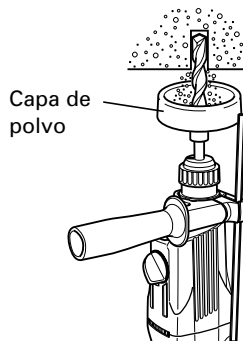
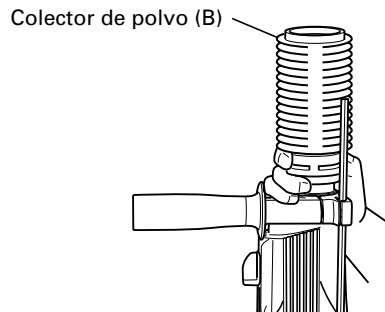

Fig. 3
Fig. 4
7. Cuando instale la copa de polvo o el lector de polvo (B) (Accesorios facultativos)(Fig. 3, Fig. 4)
Emplee la copa de polvo instalando la broca como se muestra en la Fig. 3. Cuando emplee una broca de gran diámetro, agrande el orificio central de la copa de polvo con este martillo giratorio.
- Instalación del colector de polvo (B)
Para emplear el colector de polvo (B), insértelo desde la punta de la broca alineándolo con la ranura de la empuñadura. (Fig. 4)